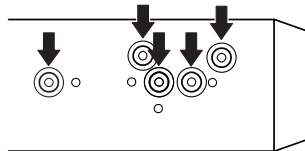
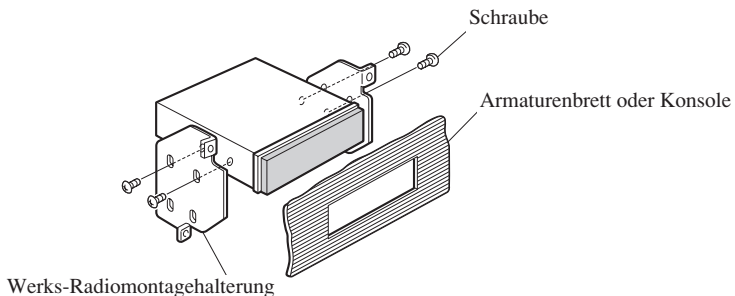

Abb. 8
Abb. 9
2. Anbringen dieser Einheit an die Werks-Radiomontagehalterung. (Abb. 8) (Abb. 9)